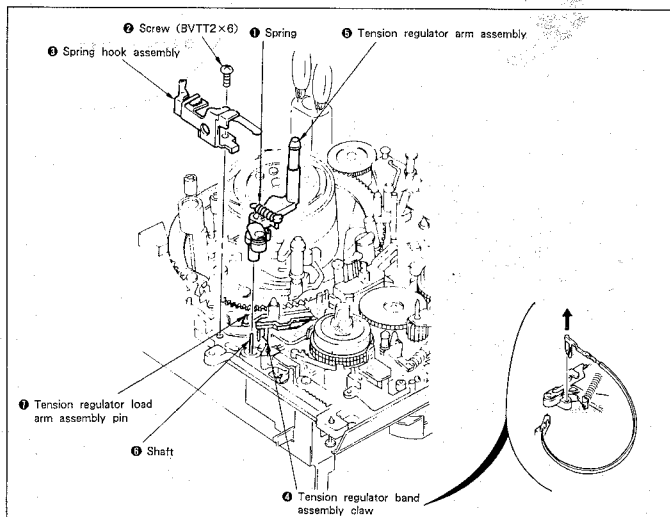

Fig. 7-9.
1. Removal (See Fig. 7-9.)
2. Mounting (See Fig. 7-9.)